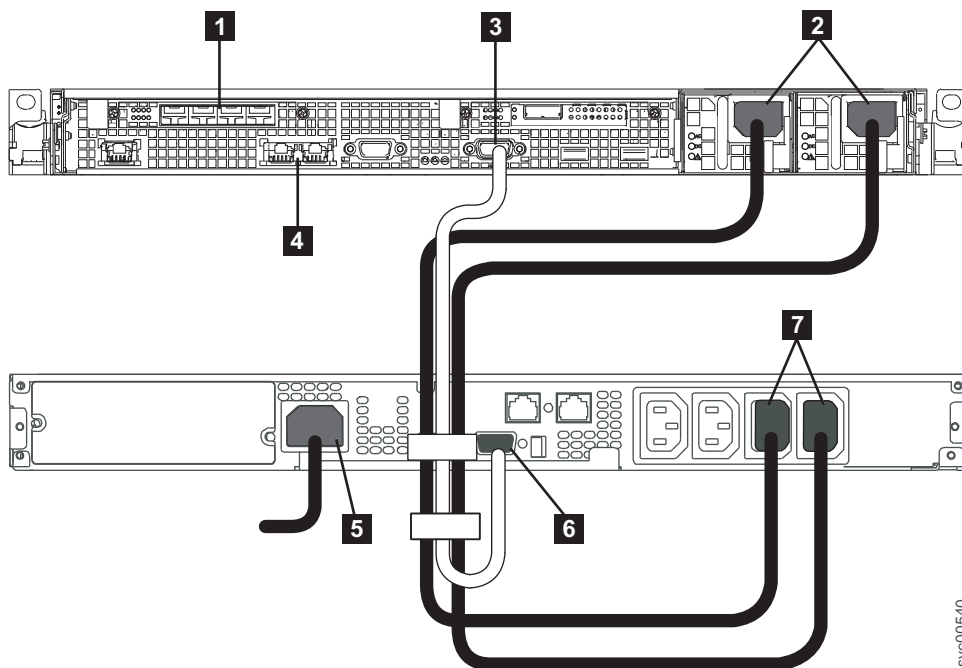

図 32. SAN ボリューム・コントローラー の電源ケーブルを 2145 UPS-1U に接続します。
1. SAN ボリューム・コントローラー 2145-CG8 ノードの背面で、電源/シリアル結合ケーブル・アセンブリーの電源ケーブルの方を、38 ページの図 32 に示すように電源コネクタ **2** に差し込んでください。